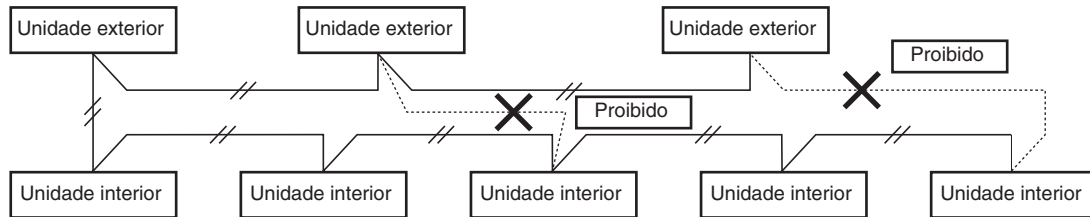

Fig. 4-3
- (2) Não instale a cablagem de controlo entre unidades de maneira que forme um laço. (Fig. 4-3)